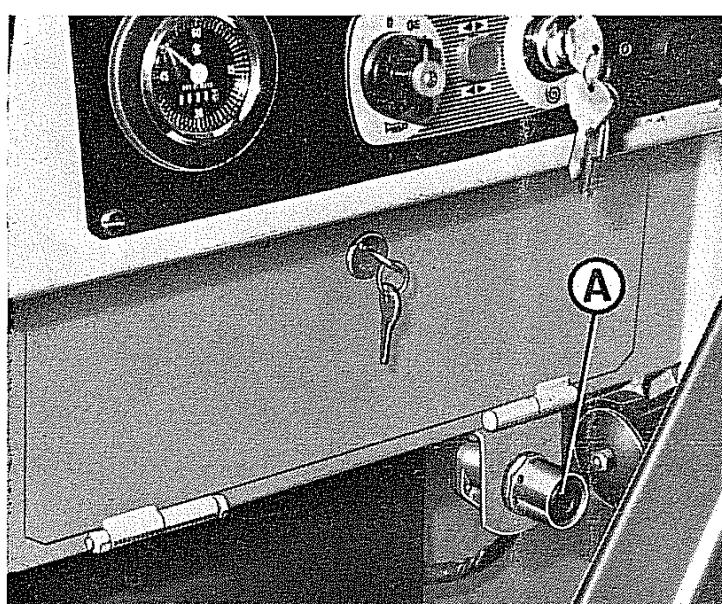

Fig. 33 - Pulsante termoavviatore
Per l'avviamento in climi particolarmente rigidi è applicato all'autocarro un termoavviatore comandato dal pulsante **A** (fig. 33).
- 1) Premere il pulsante **A** (fig. 33) del dispositivo per un periodo di circa 30-40 secondi.